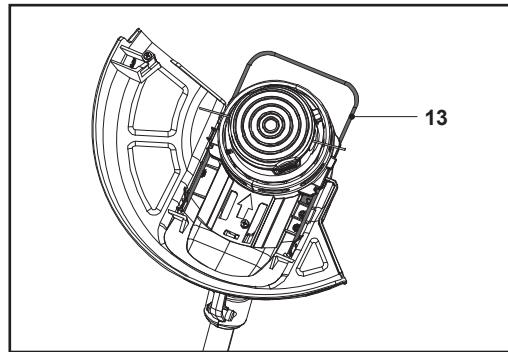

Fig. 11. Poziția de depozitare
2. Apasă scutul pentru plante (13) în interior pentru transport și depozitare (fig. 11).